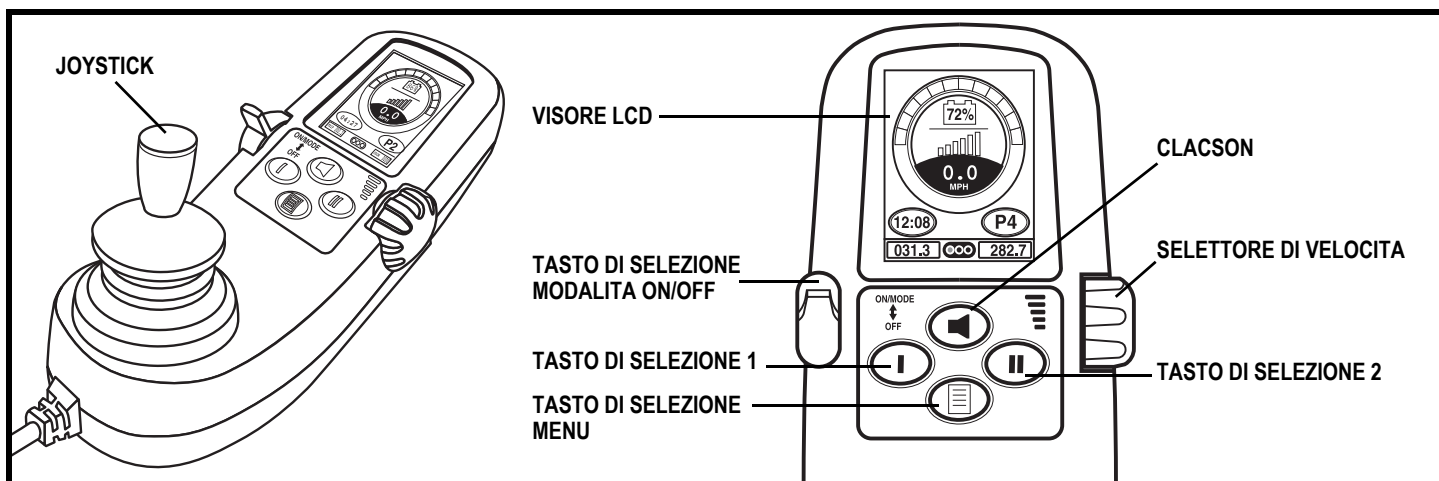

Figura 12. Centralina Q-Logic
1. Per accendere la carrozzina e la centralina, spingere verso l'alto la leva di accensione/spegnimento e selezione della modalità. **Vedere figura 12.**
2. Premere diverse volta la leva di accensione/spegnimento e di selezione della modalità fino a quando la schermata del sedile compare sull'LCD, oppure premere il pulsante di selezione del tasto 2 una volta per passare direttamente in modalità attuatore. **Vedere figura 12.**
5. Per tornare al profilo di guida desiderato, spingere verso l'alto e rilasciare la leva di accensione/spegnimento e selezione della modalità. **Vedere figura 12.**